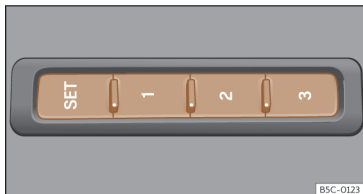

Fig. 95 Sur le côté extérieur du siège conducteur : touches de mémoire.
- Appuyez sur la touche **SET** pendant plus de 1 seconde >>> **fig. 95**.